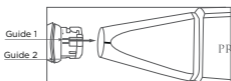

Fig. 2a
2. Pour insérer une nouvelle pointe de sonde, positionnez Guide 1 tel qu'illustré dans la Fig. 2a, glissez-la à l'intérieur et tournez dans le sens horaire pour aligner Guide 2 avec le guide